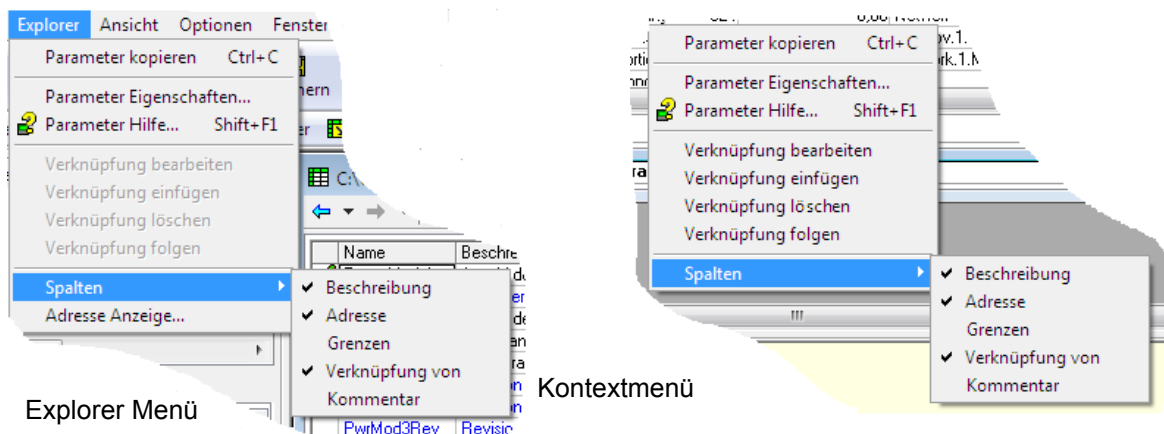

Abbildung 181: Spalten anzeigen/entfernen
In der Abbildung sehen Sie das Standardlayout der Tabelle. Über den Eintrag „Spalten“ im Explorer oder die Kontextmenüs (Abbildung 181) können Sie Spalten anzeigen lassen oder entfernen.
- Spalten. Das Standardfenster des Explorers (Abbildung 180) enthält die Spalten „Name“, „Beschreibung“, „Adresse“, „Wert“ und „Verknüpfung von“. Wie Sie in Abbildung 181 sehen, können Sie die anzuzeigenden Spalten über das „Explorer“ Menü oder das Kontextmenü auswählen.